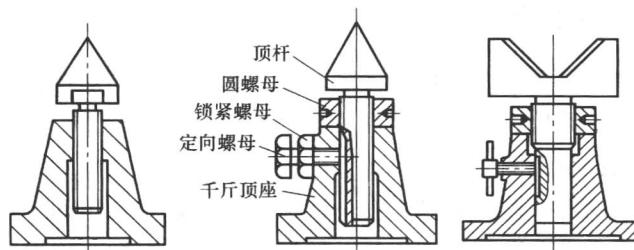

图 1-18 千斤顶
(3) 千斤顶 千斤顶如图 1-18 所示，常用于支承毛坯或形状复杂的大零件划线。使用千斤顶时，三个一组顶起零件，调整顶杆的高度便能方便地找正零件。